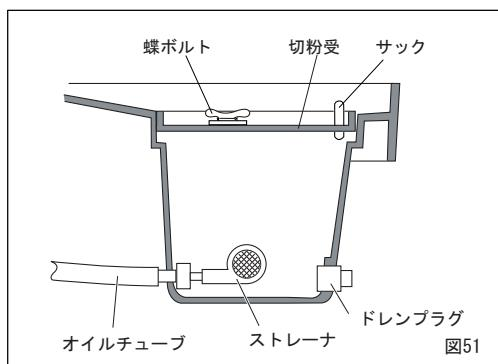

図51
3.オイルタンクの清掃(図51)
細かい切粉がタンク内にたまりますので月に1回程度タンク内をきれいに掃除してください(図51)。